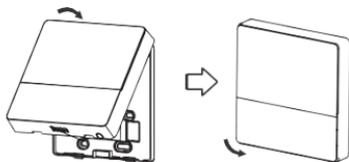

Fig. 3-13
- después de ajustar la caja superior, y luego apriete la caja superior; evite amordazar el cableado durante la instalación. (Fig. 3-13)